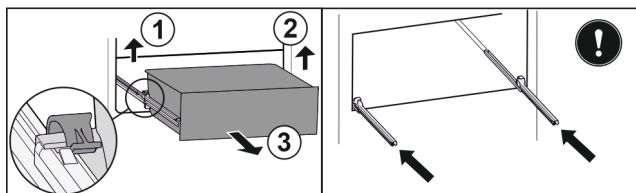

Fig. 79
- ▶ Ridicați clema din stânga și trageți concomitent sertarul din stânga spre înainte. Fig. 79 (1)
- ▶ Ridicați clema din dreapta și trageți concomitent sertarul din dreapta spre înainte. Fig. 79 (2)
- ▶ Extrageți sertarul spre înainte. Fig. 79 (3)